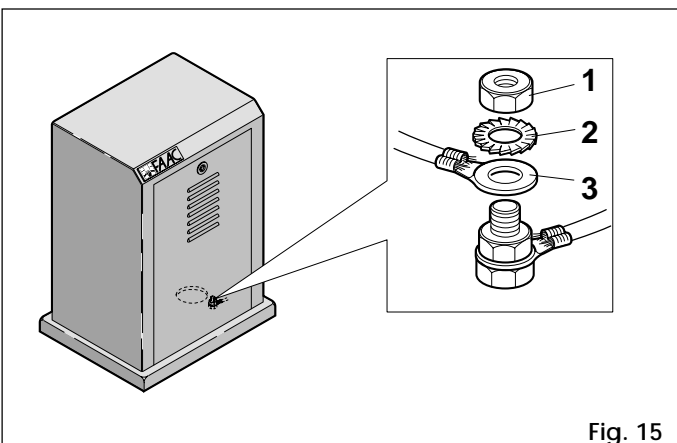

Fig. 15
**Conectar el cable de tierra en el alojamiento practicado en la base del actuador (ver la fig. 15).**